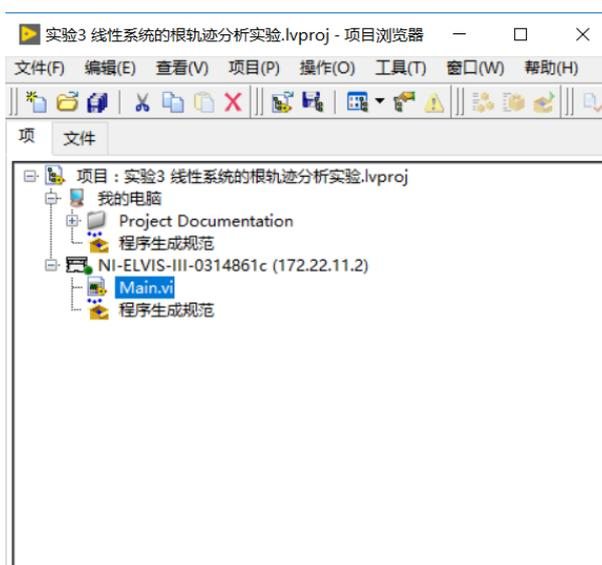

图 3-4 工程打开界面
1. 启动计算机，并检查 ELVIS III 的 USB 线是否连接到电脑。USB 线接口如图 3-4 A 所示；